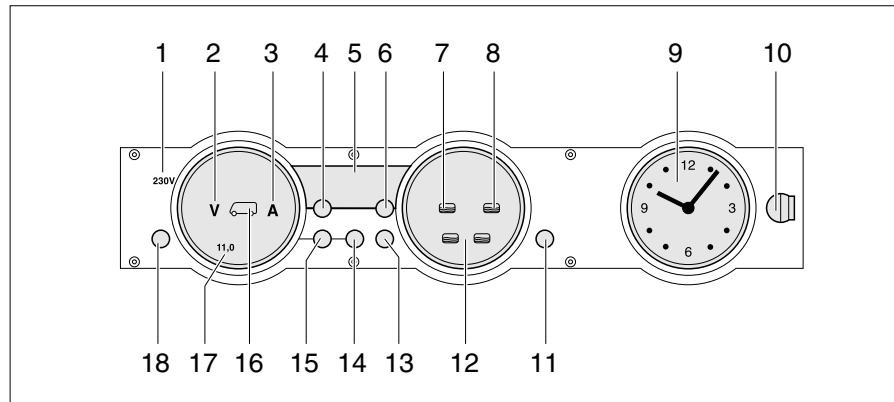

Bild 152 Panel MP 20-T
Die 230-V-Kontroll-Leuchte (Bild 152,1) leuchtet, wenn am Eingang des Elektroblocks Netzspannung vorhanden ist.
Der 12-V-Hauptschalter (Bild 152,18) schaltet das Panel und die 12-V-Versorgung des Wohnraums ein und aus.
- Taste "12 V" (Bild 152,18) kurz drücken. Die 12-V-Versorgung des Wohnraums ist eingeschaltet. Die Kontroll-Anzeige "12 V" leuchtet.
- ▷ Wenn nach dem Einschalten die LED "11,0" der Voltanzeige sowie das Symbol Volt "V" (Bild 152,2) im Anzeigeelement Batterien (Bild 152,17) blinken, dann ist die Spannung der Wohnraumbatterie zu gering. Batterie laden.
- ▷ Wenn nach dem Einschalten die Kontroll-Anzeige "12 V", das Symbol Wohnraumbatterie (Bild 152,16) und das Symbol Volt "V" (Bild 152,2) dreimal blinken, dann ist die Batterietrennung aktiviert. Batterietrennung deaktivieren.
- Taste "12 V" (Bild 152,18) kurz drücken. Die 12-V-Versorgung des Wohnraums ist ausgeschaltet. Die Kontroll-Anzeige "12 V" erlischt.
- Taste Wohnraumbatterie (Bild 152,14) drücken und ca. 10 Sekunden lang gedrückt halten. Die Symbole Volt "V" (Bild 152,2) und Ampere "A" (Bild 152,3) blinken dreimal. Die Wohnraumbatterie ist vom 12-V-Bordnetz getrennt.
- Taste "12 V" (Bild 152,18) drücken und ca. 5 Sekunden lang gedrückt halten. Das Symbol Volt "V" (Bild 152,2) blinkt dreimal. Die Wohnraumbatterie ist mit dem 12-V-Bordnetz verbunden. Die Kontroll-Anzeige leuchtet nach ca. 2 Sekunden.
- Taste Wohnraumbatterie  (Bild 152,14) drücken. Das Symbol Volt "V" (Bild 152,2) leuchtet. Das Symbol Ampere "A" leuchtet je nach Ladung oder Entladung weiß bzw. rot. Die Batteriespannung und der Strom der Wohnraumbatterie werden über die LEDs im Anzeigeelement angezeigt.
- Taste Starterbatterie  (Bild 152,15) drücken. Das Symbol Volt "V" (Bild 152,2) leuchtet. Die Batteriespannung der Starterbatterie wird über die LEDs im Anzeigeelement angezeigt.
- Taste Tanks  (Bild 152,13) drücken. Die Symbole Wassertank  (Bild 152,7) und Abwassertank  (Bild 152,8) leuchten. Die Füllstände des Wassertanks (linke Skala) und des Abwassertanks (rechte Skala) werden über die LEDs im Anzeigeelement angezeigt.
Das Symbol Volt "V" (Bild 152,2) und die LED "11,0" blinken, sobald die Spannung der Batterie 11 V (Messung bei laufendem Betrieb) unterschreitet und damit Tiefentladung droht.
Das Symbol Wassertank  (Bild 152,7) oder das Symbol Abwassertank  (Bild 152,8) blinkt, wenn der Wassertank leer oder der Abwassertank voll ist.